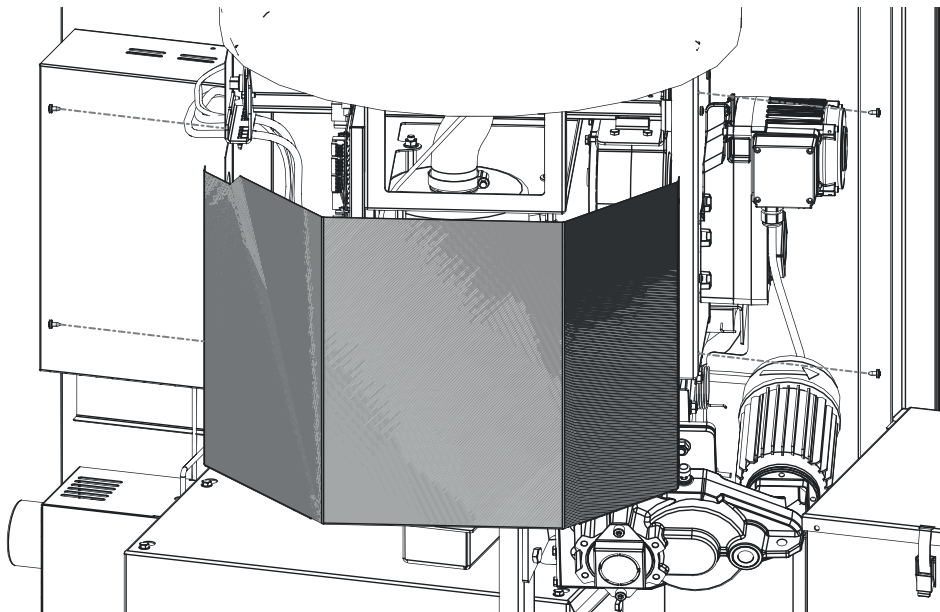

Fig. 149 Svitare la copertura del quadro di comando 5 sulla stiva
- ▶ Svitare la copertura del quadro di comando 5 dalla stiva – Fig. 149.